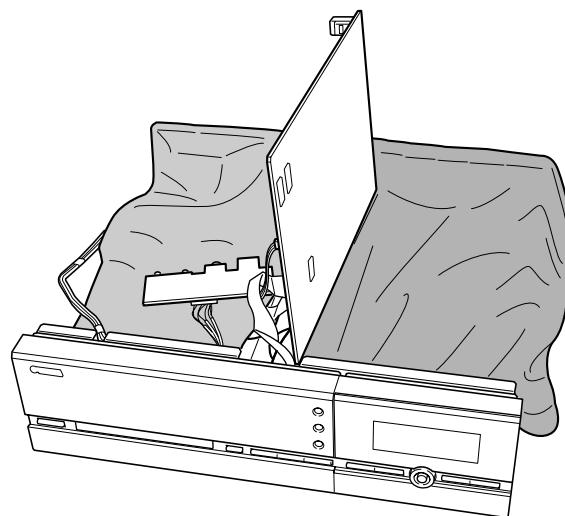

Fig. 17
- v. Perform this check with the MAIN P.C.B. raised. (Fig. 17)
- v. チェックはMAIN P.C.B.を立てた状態で行います。(Fig. 17)